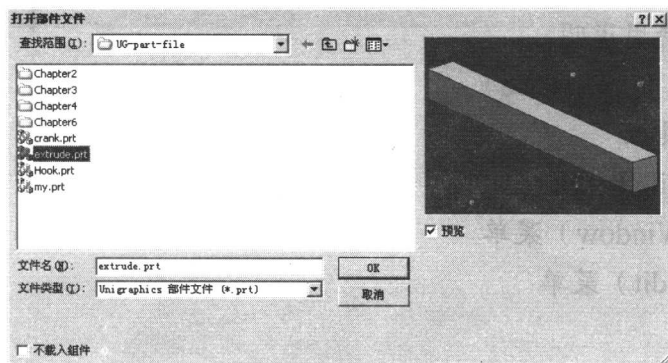

图 1-2 预览 3D 模型内容
(3) 资源栏 (Resource Bar) 极力提供进入模型导航的信道, 而不需占据图形窗口空间。
(4) 零件在打开时可以先预览其内容, 如图 1-2 所示。